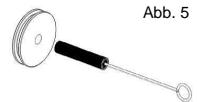

Abb. 6
- Reinigen Sie die Bohrung der Luftdüsenplatte mit der kleinsten Bürste (Abb. 6).